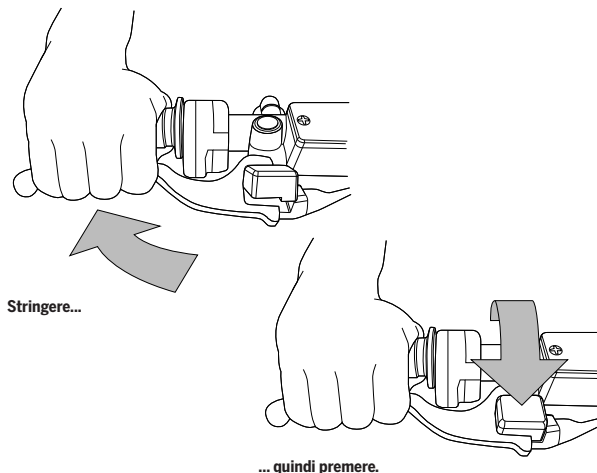

Figura 31: Inserimento del freno di stazionamento
4. Inserire il freno di stazionamento (**Figura 31**).